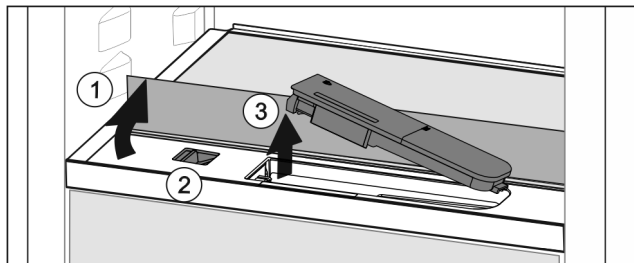

Fig. 159
- Soulever la tablette et la rabattre vers l'arrière jusqu'à la butée Fig. 159 (1).
- Pousser le curseur Fig. 159 (2) vers la gauche.
- Sortir le filtre à eau Fig. 159 (3).